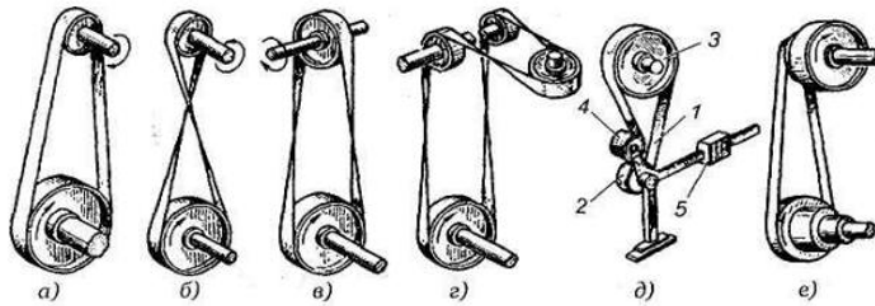

Рисунок 1 – Виды передач
2) На каком рисунке (рисунок 1) изображена перекрестная передача? Объясните.